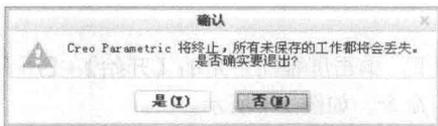

图 1-4 【确认】信息提示框
步骤 ① 执行【文件】|【退出】命令，或者单击系统操作界面右上角的 ☒【关闭】按钮，会弹出【确认】信息提示框，如图 1-4 所示。